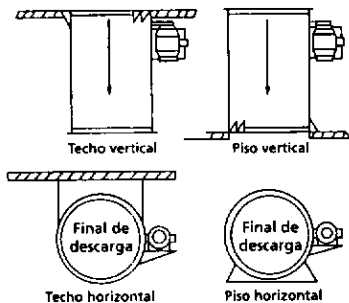

Figura 3
- El ventilador deberá de montarse de manera segura en un armazón rígido. (Ver la Figura 3 para posibles arreglos de montaje).